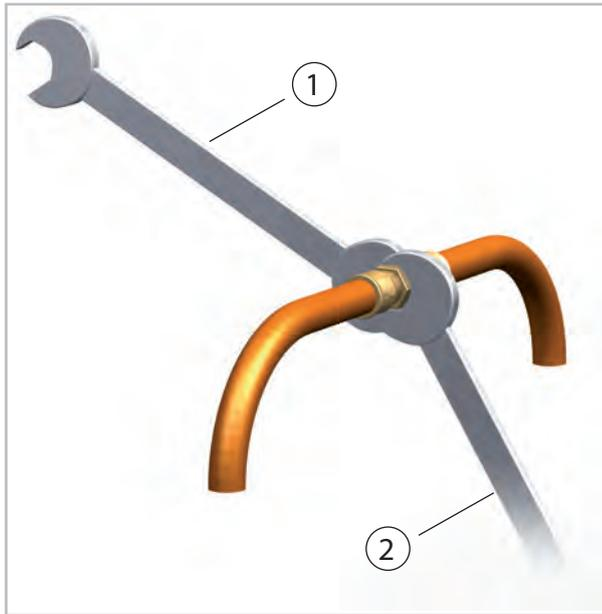

Abb. 40: Verschraubungen anziehen
11. ➤ Befestigen Sie nun endgültig die Verschraubungen mit 2 Maulschlüsseln geeigneter Schlüsselweite. Halten Sie während des Schraubens auf jeden Fall mit einem Maulschlüssel gegen (Abb. 40).